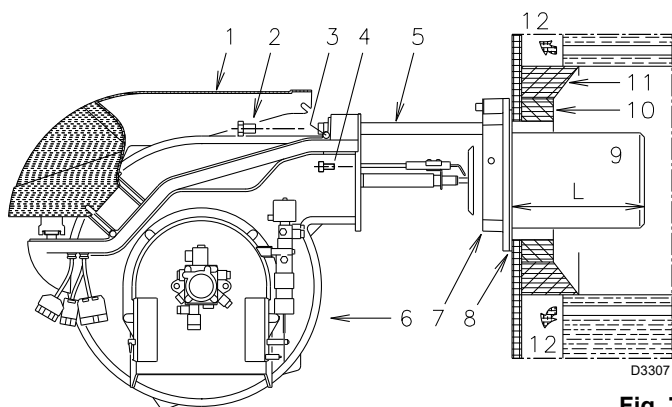

Fig. 7
4.4 Lunghezza boccaglio (Fig. 7)
Per le caldaie con il frontale raffreddato ad acqua non è necessario il rivestimento refrattario 10)-11) (Fig. 7), se non vi è espressa richiesta del costruttore della caldaia.
Effettuata questa eventuale operazione, fissare la flangia 7) (Fig. 7) alla piastra della caldaia interponendo la guarnizione 8) data a corredo. Utilizzare le 4 viti pure date a corredo dopo averne protetto la filettatura con prodotti antigrippanti (grasso per alte temperature, compounds, grafite).
- Aprire il bruciatore sulle guide come in (Fig. 7 pag. 10).